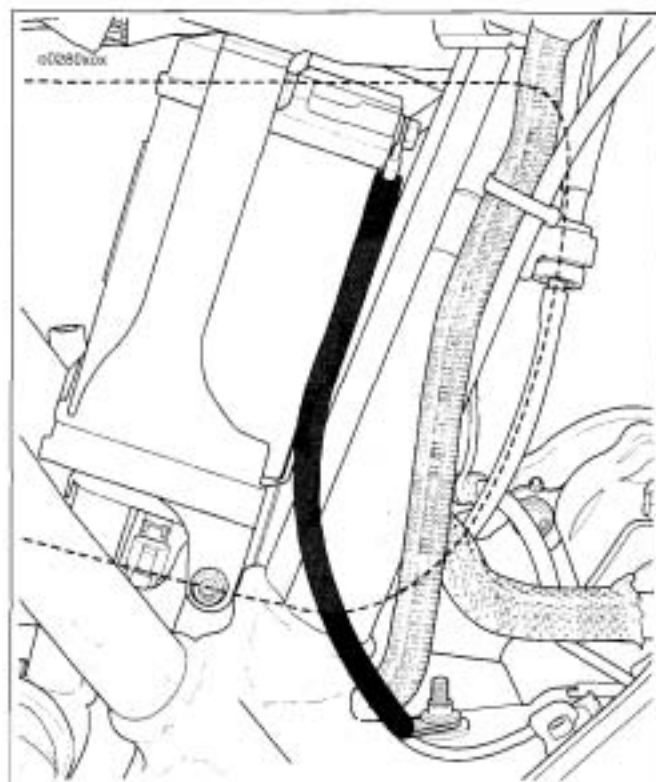

Figura 52. Cable negativo de la batería y espárrago del cárter
3. Vea la Figura 52. Coloque el cable negativo a través de la bandeja de la batería como se muestra.